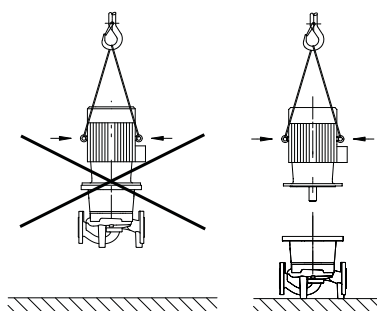

Fig. 16: Moottorin kuljetus
- Moottorissa olevia nostosilmukoita saa käyttää vain moottorin kuorman kannattamiseen, koko pumpun painoa ei saa ripustaa niiden varaan (Fig. 16).